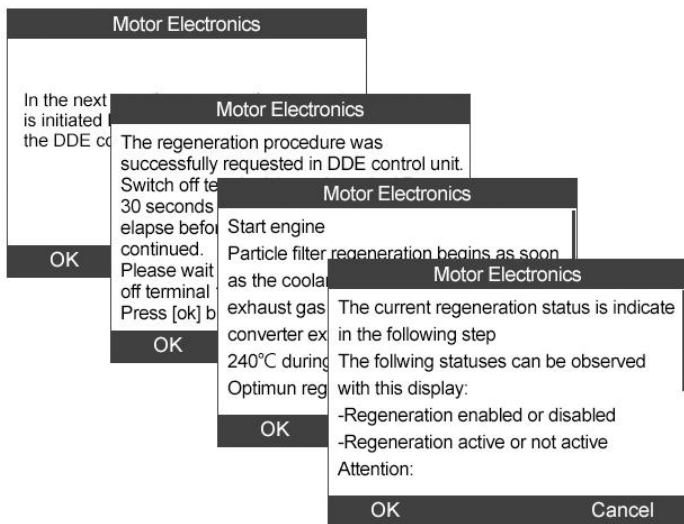
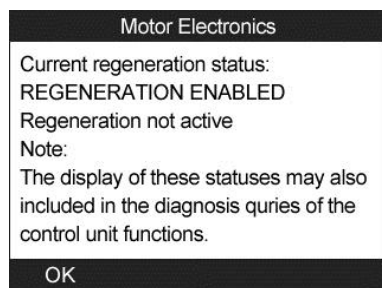

Figura 13.24
Figura 13.25
- 4) Aparecen una serie de pantallas con instrucciones para que los usuarios puedan llevar a cabo la regeneración del filtro de partículas paso a paso. Siga las instrucciones que aparecen en pantalla y pulse el botón **OK** (Figura 13.24). Realice esta operación hasta que el instrumento indique el siguiente estado regeneración (Figura 13.25).